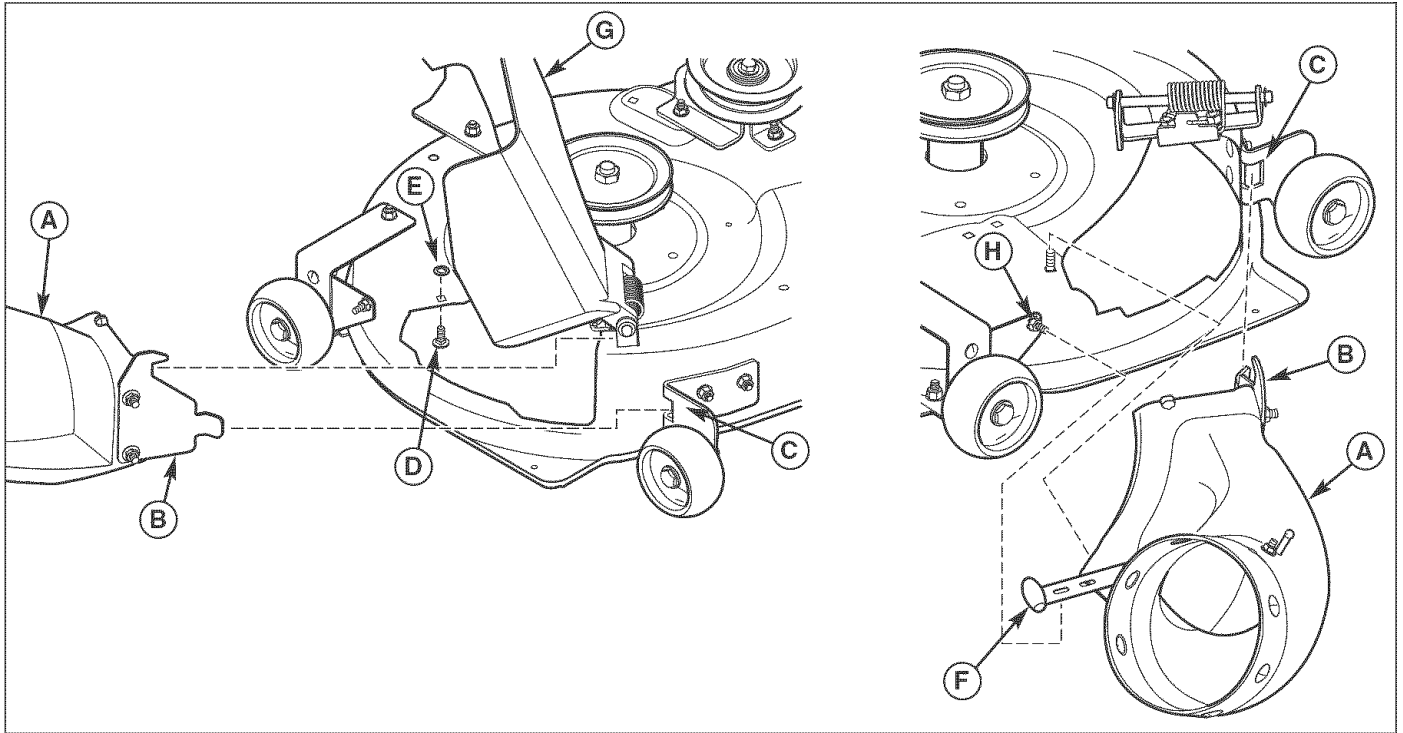

Figure 26. Installation du tube inférieur - Plateau de coupe de tondeuse de 42"
1. Installer un boulon de carrosserie 5/16 x 7/8 (D, Figure 26) avec l'écrou Push 5/16 (E) sur le plateau de coupe comme il l'est indiqué.
2. Soulever le déflecteur d'éjection (G).
3. Insérer la plaque de verrouillage avant (B) dans la fixation de plaque à verrou avant (C). Osciller en place la goulotte inférieure sous le déflecteur d'éjection (G) en plaçant le trou de la goulotte inférieure sur le boulon de carrosserie (D).
4. Étirer la sangle en caoutchouc (F) vers le bas vers le boulon de fixation de plaque de verrouillage arrière (H) en attachant le premier trou de la sangle en caoutchouc sur le boulon de fixation.